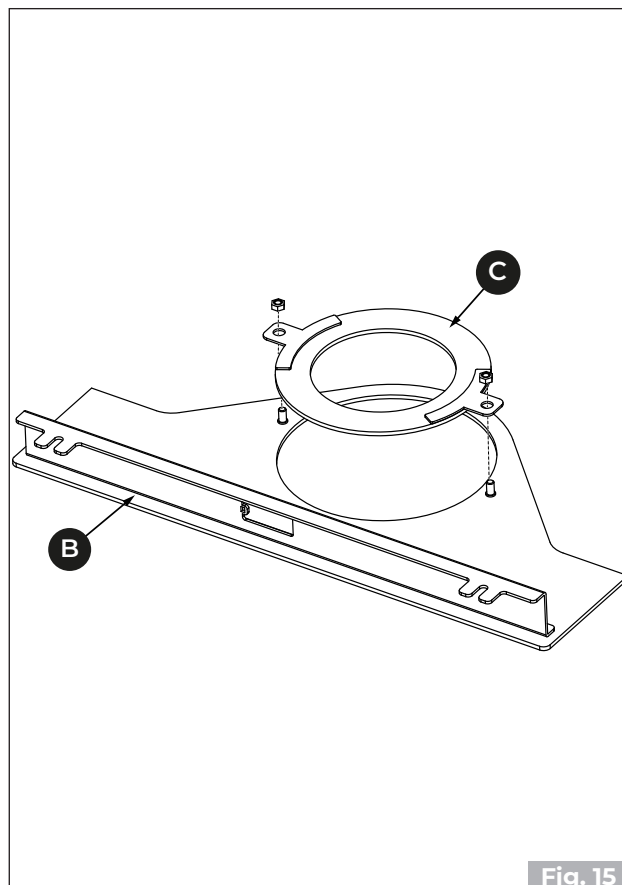

Fig. 15
- Okrenite gornji dio **(B)** i uklonite potporu **(C)** gdje je predviđena koncentrična cijev. (**Fig. 15**)